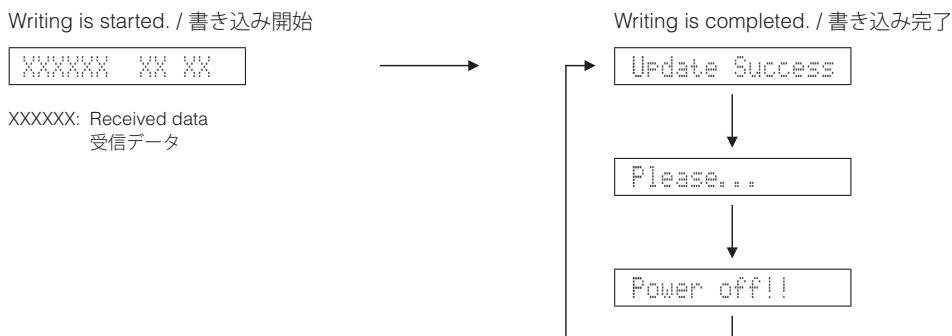

Fig. 3
6. Press the "PLAY" key of the DVD/CD player. Then writing of the firmware is started. (Fig. 3)
7. When writing of the firmware is completed, "Update Success", "Please..." and "Power off!!" are displayed repeatedly. (Fig. 3)
6. DVD/CD プレーヤーの "PLAY" キーを押します。ファームウェアの書き込みが開始されます。(Fig. 3)
7. ファームウェアの書き込み完了後、"Update Success"、"Please..."、"Power off!!" が繰り返し表示されます。(Fig. 3)